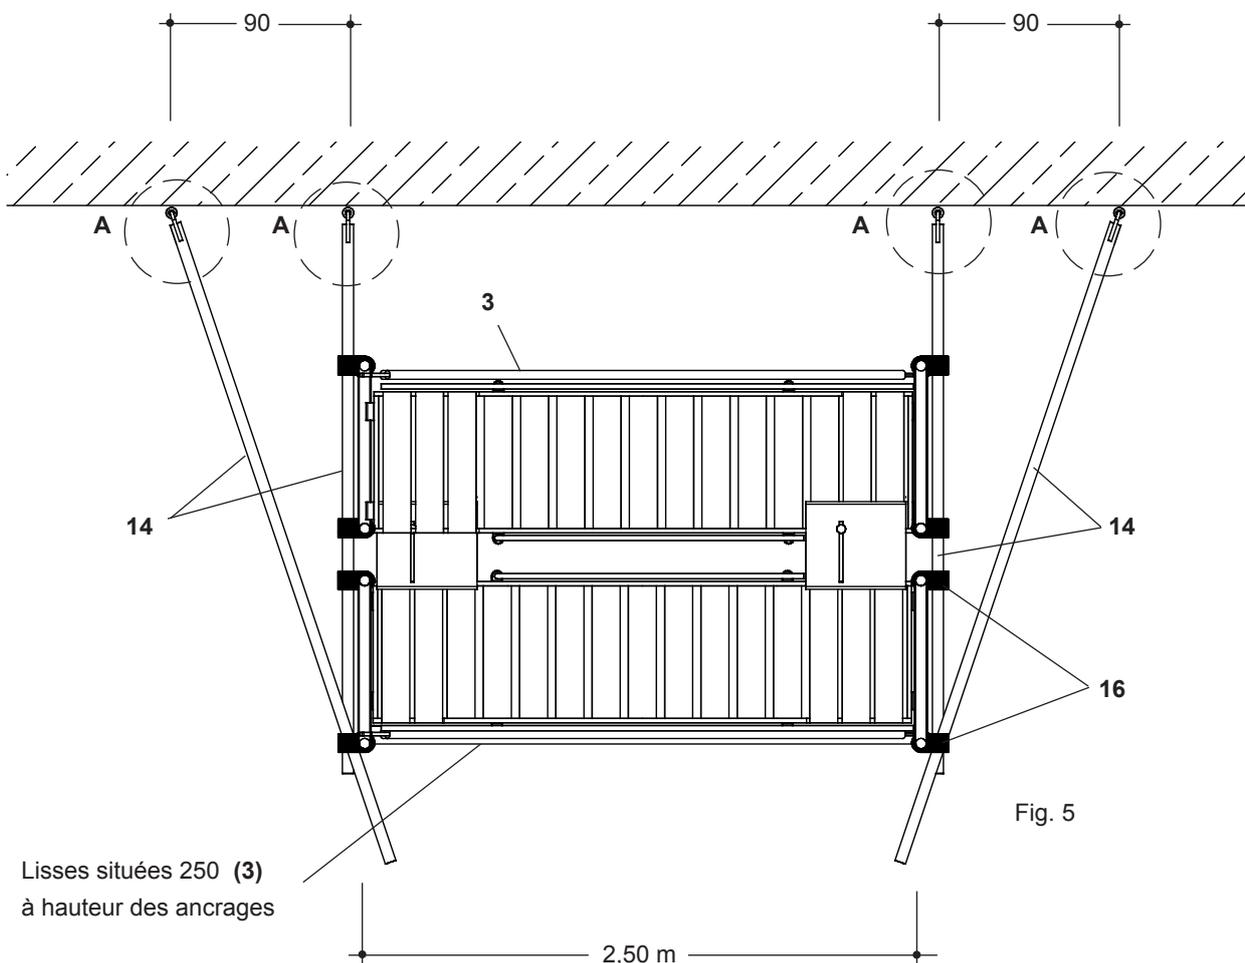

Fig. 5
11. Avant de poursuivre le montage de l'escalier d'échafaudage comme ci-dessus, placer le premier ancrage d'escalier (voir fig. 5 page 39). Dans le domaine des ancrages, à la base du cadre vertical suivant, une lisse 250 (3) doit être introduite sur le loquet des plaques d'échafaudage avant et arrière, servant de moise horizontale.
13. À l'extrémité des escaliers, un palier supplémentaire et un plancher de platelage BOSTA (11) doivent être posés du côté de la
14. Ajouter l'ancrage supérieur sur le cadre vertical à l'extrémité des escaliers (voir fig. 5, page 40). Dans les plaques d'échafaudage avant, les lisses 250 (3) doivent être posées à chaque base du montant garde-corps et en haut du montant sur les loquets. Dans la plaque d'échafaudage arrière, une lisse 250 doit être directement posée sous le montant avec l'aide de demi-colliers 48 G.